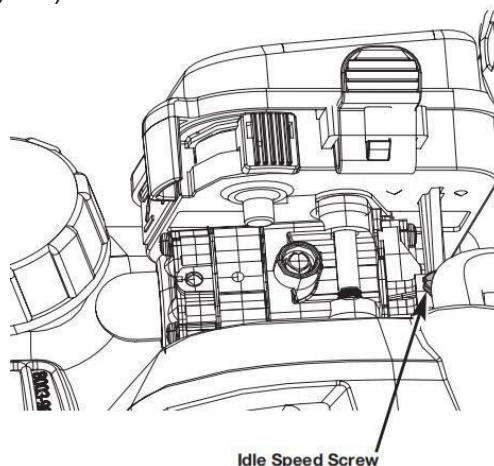

Fig. 13
- 2) Laat de motor stationair draaien. Als de motor stopt, verhoog dan het stationair toerental. Draai met een kleine kruiskopschroevendraaier de stationairschroef 1/8 slag met de klok mee tot de motor soepel stationair draait (fig. 13).